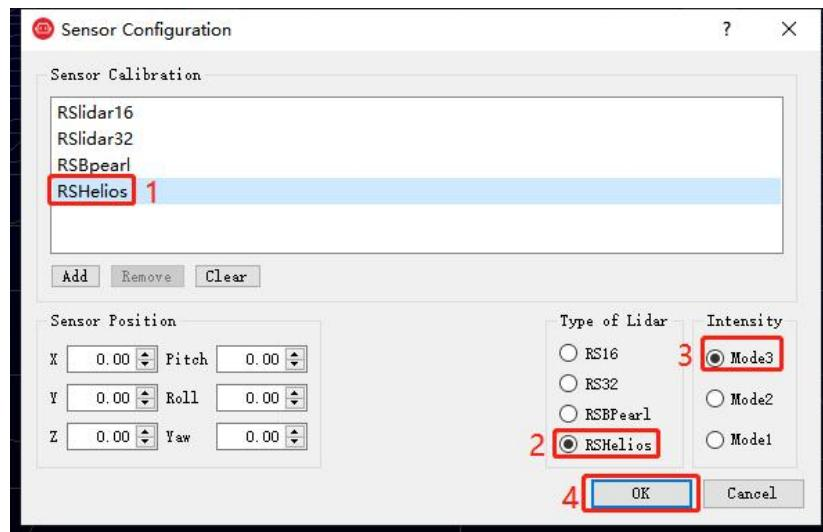

图 C-2 选择 RSHelios 参数配置文件
4. 在弹出的 **Sensor Configuration** 窗口中，选择 RSHelios “Type of Lidar”勾选 RSHelios，“Intensity”选择 Mode3,之后点击“OK”即可，如下图 C-2 所示：